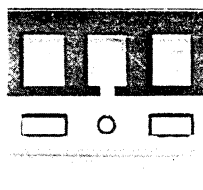

Abb. 8
The MEMORY INDICATOR ⑬ on the FREQUENCY/CLOCK DISPLAY ⑦ will light up. Push one of the PRESET STATION BUTTONS ⑪ where you want it memorized (Fig. 8).
Die SPEICHERANZEIGE ⑬ in der FREQUENZ/ZEITANZEIGE ⑦ leuchtet auf. Nun die gewünschte FESTSENDERTASTE ⑪ drücken, auf die die eingestellte Rundfunkstation vorprogrammiert werden soll (Abb. 8).